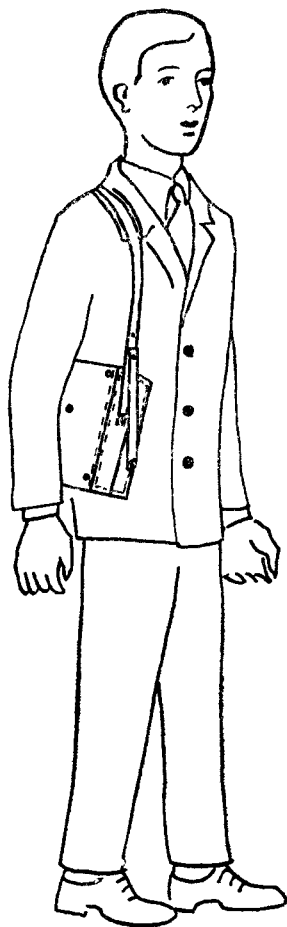

Рис. 3.
9.10. Для переноски прибора необходимо щупы прибора уложить в футляр и закрыть крышку футляра. Вспомогательными ремнями закрепить положение прибора крышкой футляра к себе согласно рис. 3.